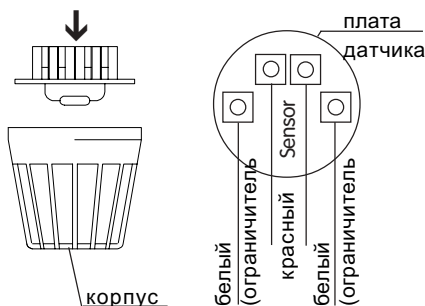

Рис. 10
3. Протяните кабель через просверленное отверстие и подключите провод датчика согласно Рис. 10